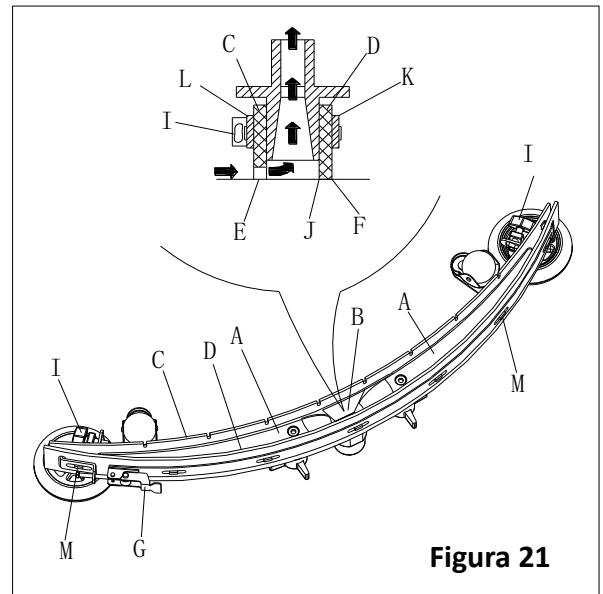
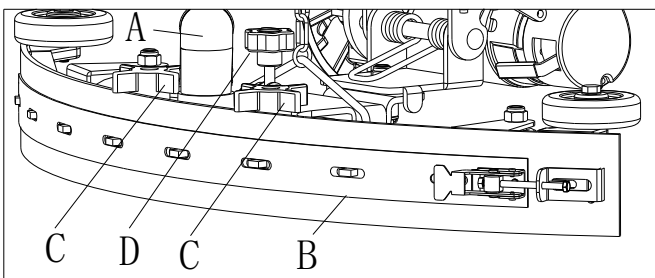

Figura 21
Figura 22
2. Compruebe si los bordes (E, Figura 21) de la lámina delantera (C) y los bordes (F) de la lámina posterior (D) están en el mismo nivel, en su longitud; si es necesario ajuste su altura de acuerdo con el siguiente procedimiento:
- Retire la barra de unión (G), desenganche los elementos de fijación (M) y ajuste la lámina posterior (D), luego enganche los elementos de fijación (M) y vuelva a instalar la barra de unión (G).
- Afloje las perillas (I) y ajuste la lámina delantera (C), luego apriete las perillas.
3. Compruebe si se detectan signos de desgaste, cortes y grietas en la lámina delantera (C) y en la posterior (D); si es necesario reemplácelas de acuerdo con el siguiente procedimiento. Compruebe si la esquina frontal (J) de la lámina posterior (D) está desgastada; si es necesario, dé la vuelta a la lámina para sustituir la esquina desgastada con la íntegra. Si ambas las esquinas están demasiado desgastadas, reemplace la lámina de acuerdo con el siguiente procedimiento:
- Retire la barra de unión (G), desenganche los elementos de fijación (M) y retire el listón de retención (K). A continuación, reemplace/dé la vuelta a la lámina posterior (D). Monte la lámina en el orden inverso al desmontaje.
- Desenrosque las perillas (I) i retire el listón de retención (L), a continuación, reemplace la lámina delantera (C). Monte la lámina en el orden inverso al desmontaje. Después de la sustitución (o la vuelta) de la lámina, ajuste la altura como se muestra en el paso anterior.
4. Conecte el tubo de aspiración (A, Figura 22) con la escobilla de goma.
5. Monte la escobilla de goma (B) y enrosque las perillas (C).
6. Si es necesario, ajuste el balance de la escobilla mediante la perilla de ajuste (D).